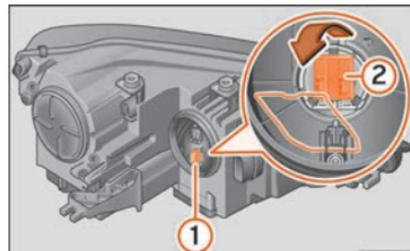

Fig. 110 Porte-ampoule du clignotant **1** et feu de virage **2**.
- Tournez le porte-ampoule **1** » **fig. 110** vers la gauche jusqu'en butée et retirez-le avec l'ampoule en tirant vers l'arrière.
Appuyez fortement l'étrier métallique vers le bas et retirez le porte-ampoule vers l'arrière **2** » **fig. 110** avec l'ampoule.